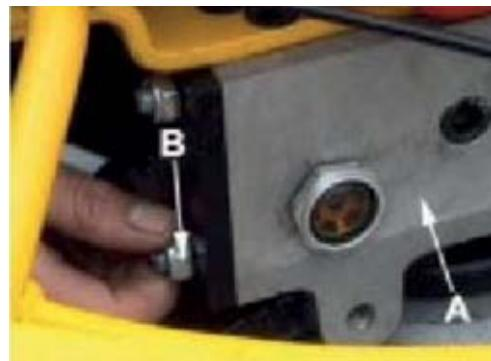

Рис.2
- Извлечь сборку ручки и нижний блок из коробки. Проверить, что в процессе транспортировки не было нанесено никаких повреждений. Прикрепить сборку ручки к коробке передач (A) на нижнем блоке, используя 10 мм гайки (B), которые имеются в комплекте на нижнем блоке (Рис.2).